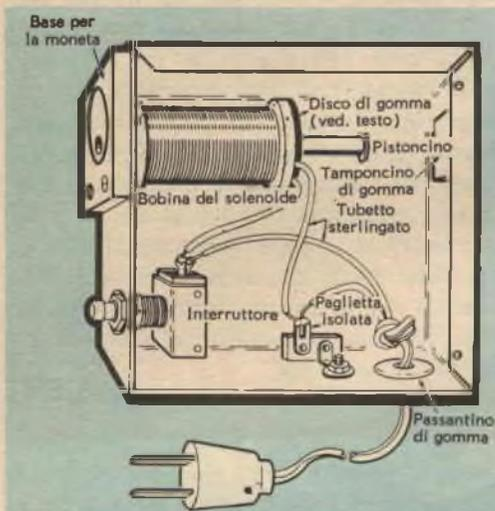

Fig. 1
mente distinte dalla sorgente più estesa ma più debole in cui esse sono immerse. Che la sorgente scoperta nel Cigno avesse una brillantezza superficiale molto grande e molto condensata, fu presto confermato dalle misurazioni fatte sia a Cambridge sia in Australia per mezzo di radiotelescopi ad interferenza. Questi strumenti consistono in due antenne piazzate ad una certa distanza tra loro e collegate elettricamente (fig. 1); le radioonde provenienti dalla stessa direzione sono captate dalle due antenne e danno un ampio segnale sul ricevitore, mentre, se provengono da direzioni diverse, si annullano e non danno alcun segnale di risposta; i grafici di risposta ottenuti nei due casi sono simili a quelli riportati in fig. 2.
**Preparazione delle parti** - Praticate nella parte superiore della scatola un foro del diametro di 8 mm che consenta il passaggio del pistoncino ed un altro foro adatto alla forma ed alle dimensioni dell'interruttore a pulsante adottato (ved. *fig. 1* per la disposizione dei fori). Praticate sempre nella parte superiore della scatola, ma all'interno, due piccoli fori per fissare con due viti l'estremo in plastica del rocchetto del solenoide ed altri due fori per fissare il pezzetto di legno che servirà da sostegno per la moneta. Infine fate ancora due fori sul lato della scatola opposto a quello ac-